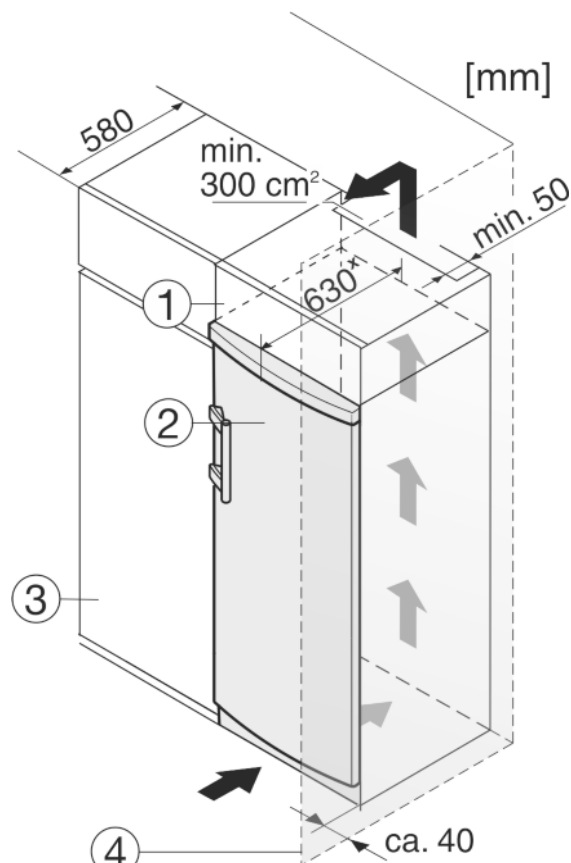

Fig. 9
Het apparaat kan in keukenkasten worden ingebouwd. Om het apparaat Fig. 9 (2) aan de hoogte van het keukenblok aan te passen, kan boven het apparaat een opzetkast Fig. 9 (1) worden aangebracht.
Bij een ombouw met keukenkasten (diepte max. 580 mm) kan het apparaat direct naast de keukenkast Fig. 9 (3) worden geplaatst. Het apparaat steekt aan de zijkant 34 mmx en in het midden 50 mmx uit ten opzichte van het keukenkastfront.
Plaats u het apparaat met de scharnierkant naast een muur *Fig. 9 (4)*, dan moet de afstand tussen apparaat en muur minstens 40 mm bedragen. Dit in verband met het uitsteken van de deurgreep bij een geopende deur.